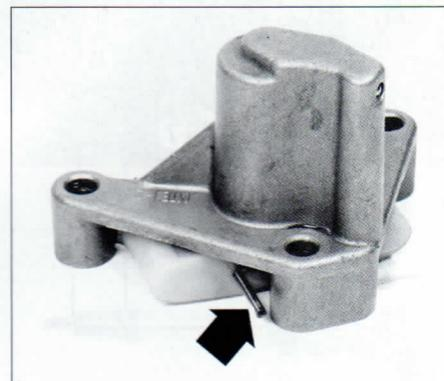

FIG. 38
- bloquear el tensor de cadena con un pasador de \varnothing 2 mm (**fig. 38**) (foto del tensor desmontado para mayor claridad).